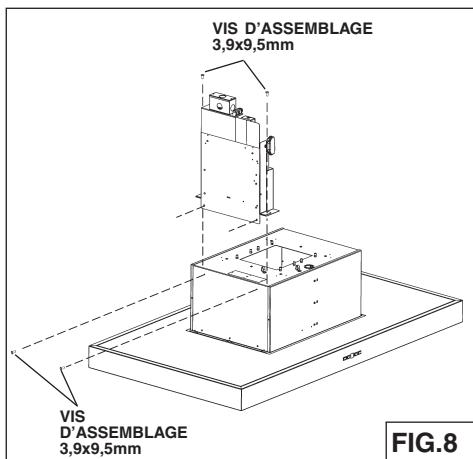

FIG.8
- Fixer la plaque électrique avec 4 vis (3,9x9,5mm) à la hotte, les vis se trouvent à l'intérieur du sachet accessoires (Fig. 8).